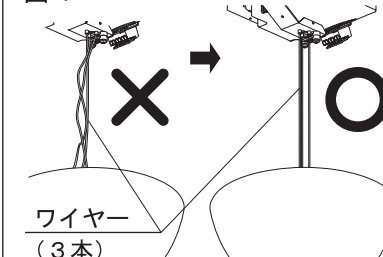

図 5
- ② フランジ固定具をフランジの穴に差し込み、ワイヤー（3本）と一緒に結束バンドで束ね、フランジを仮留めしてください。（図5参照）